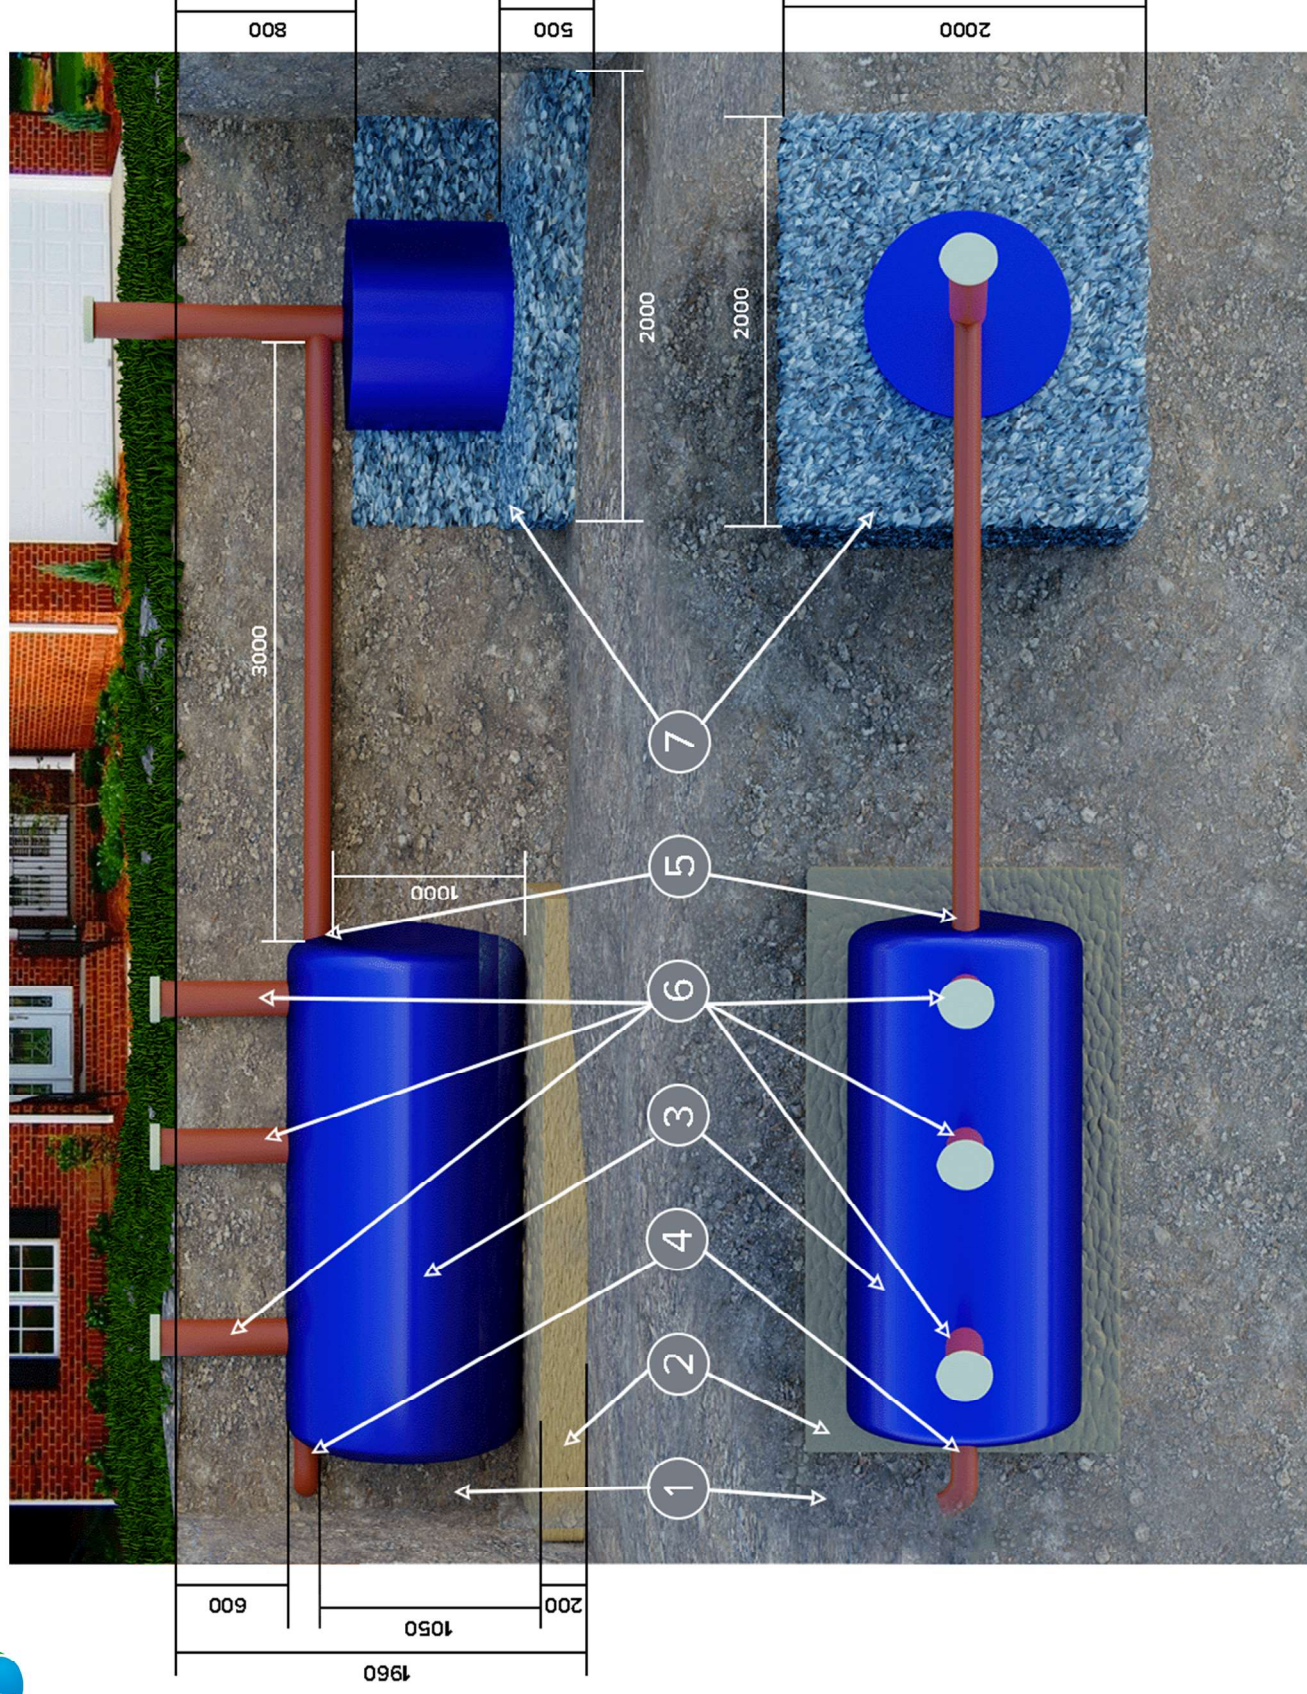

Рисунок 1
2. Сделайте песчаную подушку. Выверните дно котлована и заполните горизонтальным слоем песка, толщиной 200 мм. (см. рисунок 1 п.2).
3. Установите септик (см. рисунок 1 п.3) на песчаную подушку (см. рисунок 1 п. 2) на дне котлована.
5. Установите входную (см. рисунок 1 п. 4) и выходную трубу(см. рисунок 1 п.5) и утрамбуйте грунт вокруг них. Рекомендуется произвести утепление входной трубы от дома до септика с помощью трубного утеплителя.
6. Установите трубы ревизионных колодцев (см. рисунок 1 п. 6), вымерите длину труб (должна выходить из под земли не менее 50мм), отпилите до нужной высоты и установите на место.
Поле фильтрации (см. рисунок 1 п.7 это участок земли, на поверхности которого распределяют канализационные воды в целях их очистки. Вода выходящая из септика, очищенная от механических примесей, через сети оросительных труб попадает специально подготовленные фильтрационные траншеи для фильтрации.